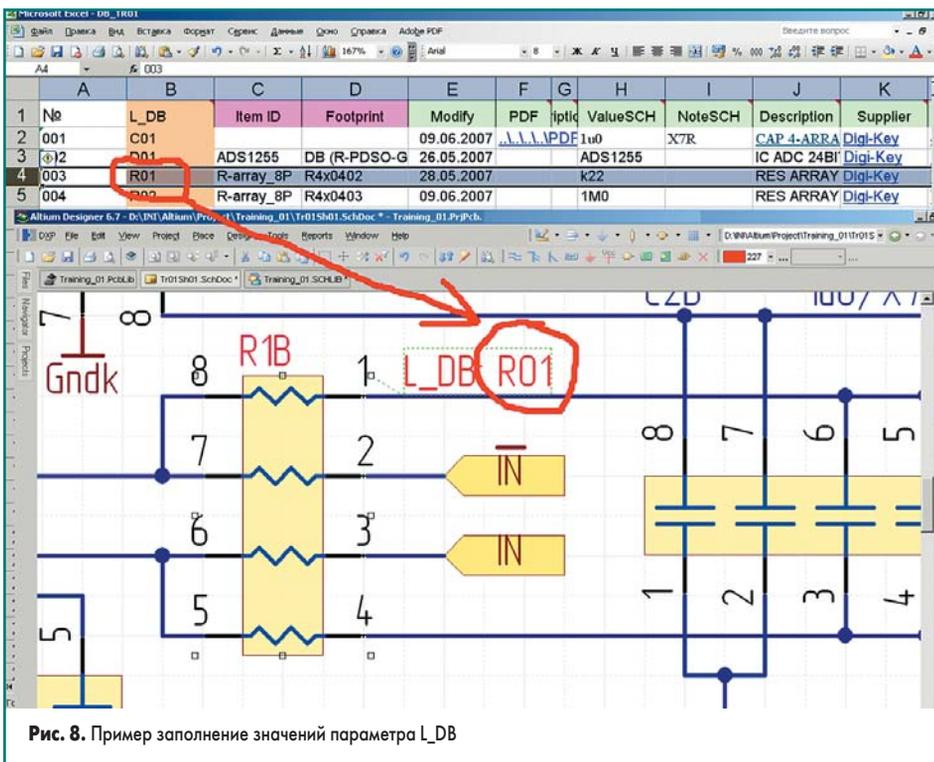

Рис. 8. Пример заполнения значений параметра L_DB
2. При создании схемы для наших компонентов установим значение этого параметра равным значению ячейки столбца **L_DB** для строки листа базы, содержащей описание соответствующего компонента **DB_TR01.XLS**. На рис. 8 показан пример для компонента **R_Array_50P125X200X95-8N** с номиналом **220 Ом**.